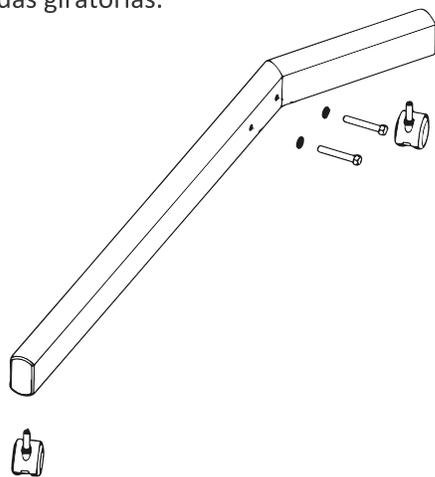

Figura 1. Ajuste de ruedas giratorias
4. **Figura 1.** Placa nivelada